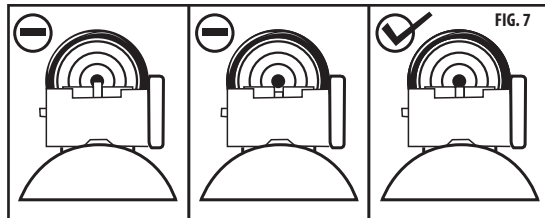

FIG. 7
- Højdejustering foretages ved hjælp af den bageste sigte-lofteende skive, der sidder bagest på sigtebasen. Drej knappen mod uret for at få haglene til ramme højere på målet, og drej med uret for at få haglene til at ramme lavere på målet. (**Fig. 7**)
- Afdrift indstilles ved at dreje afdriftsskive, der sidder på sigtets højre side. Drej knappen mod uret for at få haglene til at ramme til venstre på målet, og drej med uret for at få haglene til at ramme til højre på målet. (**Fig. 7**)